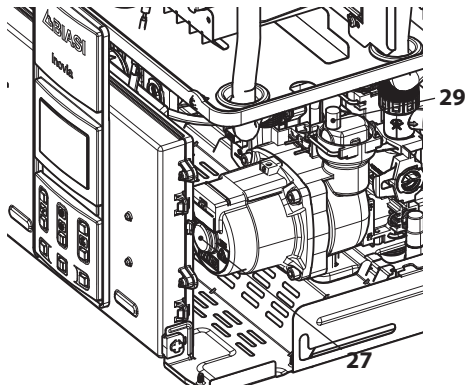

Рисунок 6.3
- Ослабить пробку автоматического воздуховыпускного клапана 29, см. Рисунок 6.3.
- Снять пробку 27, см. Рисунок 6.3, и разблокировать насос, провернув ротор отверткой.